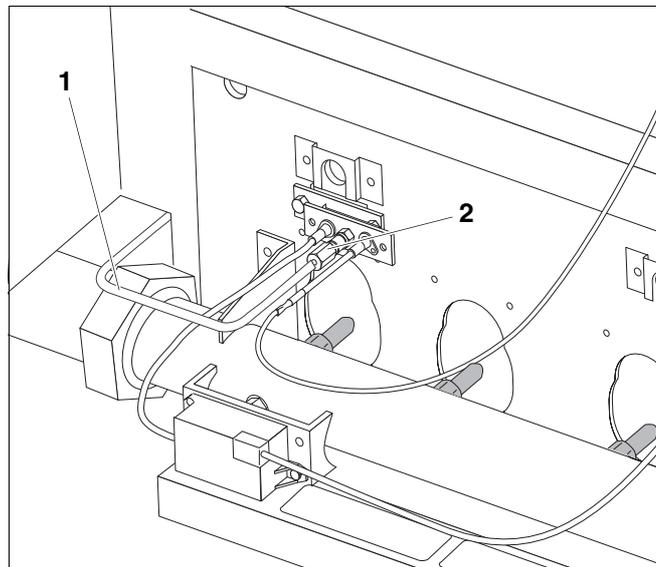

Fig. 28 Sostituire gli ugelli del gas d'accensione
- Allentare il cavo del gas del bruciatore d'accensione e sostituire l'ugello del gas d'accensione (fig. 28) con quello del nuovo tipo di gas.